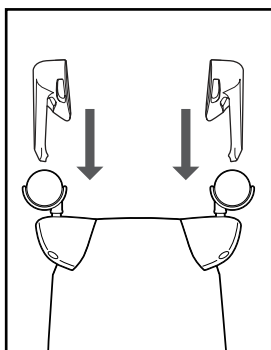

FIGURA 7
6. Con la entrada al depósito mirando hacia usted, acople el sujetador de manguera **A** al conjunto de ruedas **A**, y el sujetador de manguera **B** al conjunto de ruedas **B**. **(FIGURA 7)**